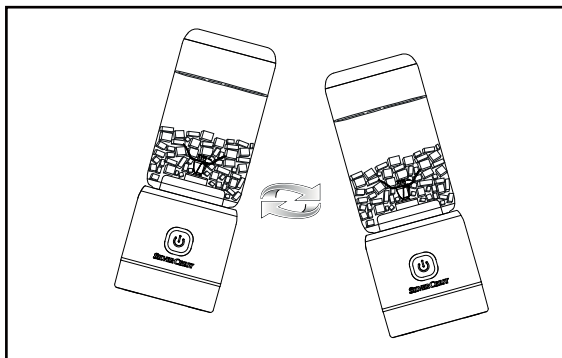

Fig. 1
- 4) Per agevolare la distribuzione degli ingredienti, si può muovere l'apparecchio mentre tritura gli alimenti. Per farlo tenere l'apparecchio in mano ed eseguire movimenti oscillatori avanti e indietro (vedere fig. 1). Assicurarsi che il miscelatore ④ non si stacchi dal blocco motore ⑨.
- ❗ **Nota:** se la lama a croce ⑤ è bloccata, la spia di segnalazione ⑧ si illumina alternatamente 5 volte con luce rossa e 5 volte con luce bianca. Liberare con cautela le parti bloccate utilizzando ad es. una forchetta, poi avviare un nuovo ciclo. La spia di segnalazione ⑧ si accende nuovamente con luce bianca.
- 6) Se si desidera interrompere anticipatamente il processo di triturazione, premere 1 volta il pulsante on/off ⑦. L'apparecchio smette subito di lavorare.
- 7) Una volta concluso il processo di triturazione, sostenere l'apparecchio in modo che l'apertura del miscelatore ④ sia rivolta verso l'alto e la lama a croce ⑤ del blocco motore ⑨ sia rivolta verso il basso. Svitare il blocco motore ⑨ ruotandolo in senso antiorario.
- 8) Il miscelatore ④ può essere utilizzato anche come bicchiere per bere. Per il trasporto o per la conservazione in frigorifero utilizzare il coperchio ① fornito.